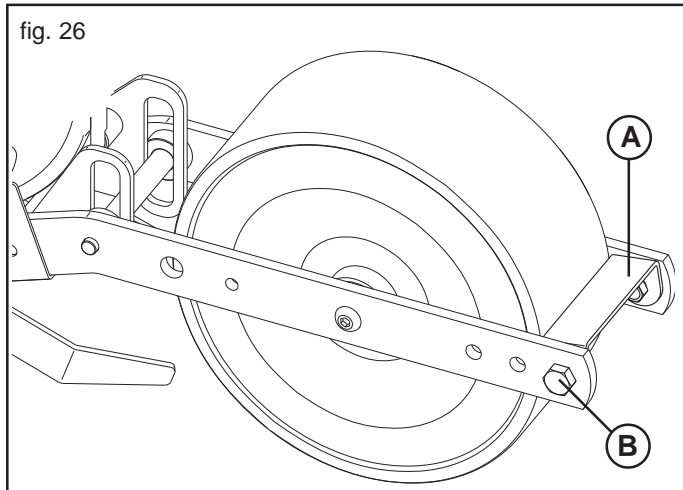

fig. 26
3.8.3 ECARTEMENT SEMOIR OLIMPIA (Fig. 26)
- 1) Les références (A, Fig. 26) indiquent le centre de l'élément de semis. Les trous (B, Fig. 26) représentent les points de référence pour les écartements standard de 5 et 7 cm;
- 2) Desserrer les poignées et démonter le carter (C);
- 3) Desserrer les écrous (D, Fig. 26);
- 4) Déplacer les corps distributeurs (E) pour obtenir l'écartement de semis souhaité: pour les bloquer dans la position choisie, serrer les écrous (D);
- 5) Aligner la chaîne de transmission à l'intérieur du carter (C) puis, remonter cette protection dans son siège.